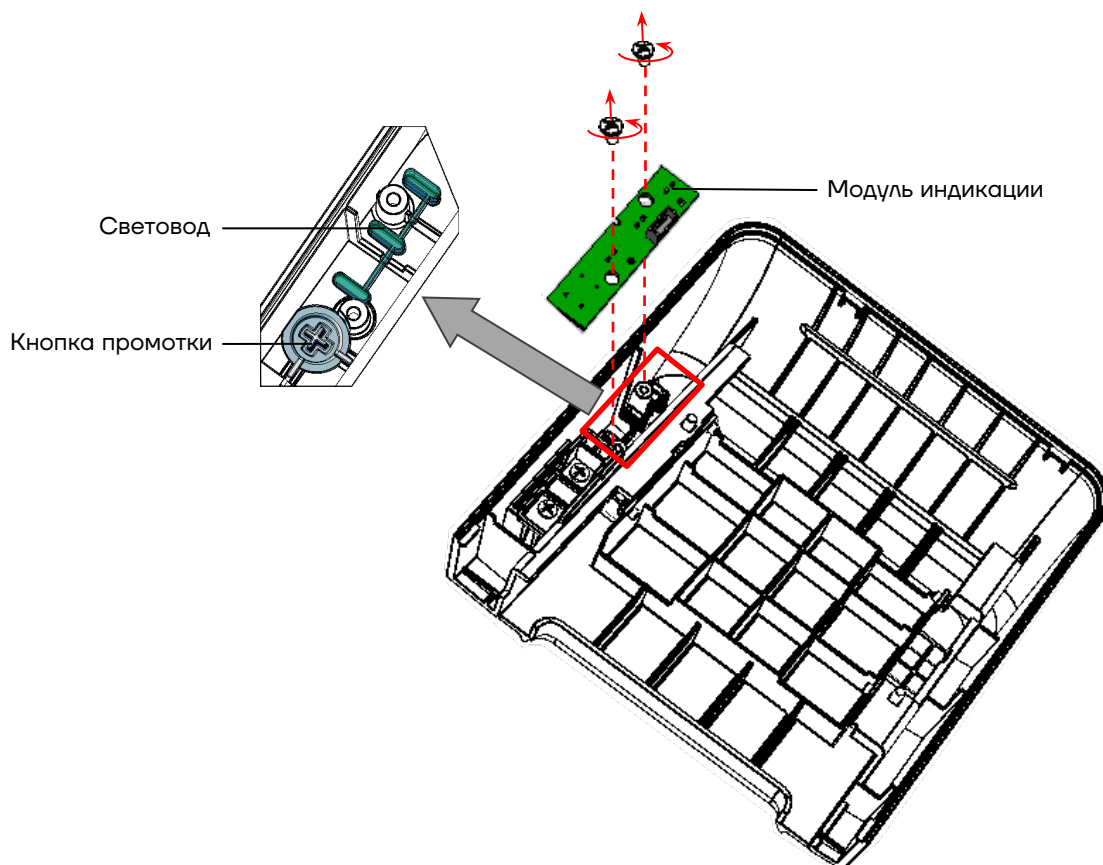

Рисунок 15. Извлечение модуля индикации
- 11** Установить отремонтированный или новый экземпляр модуля индикации на место старого, вкрутить винты крепления (см. рисунок 15).